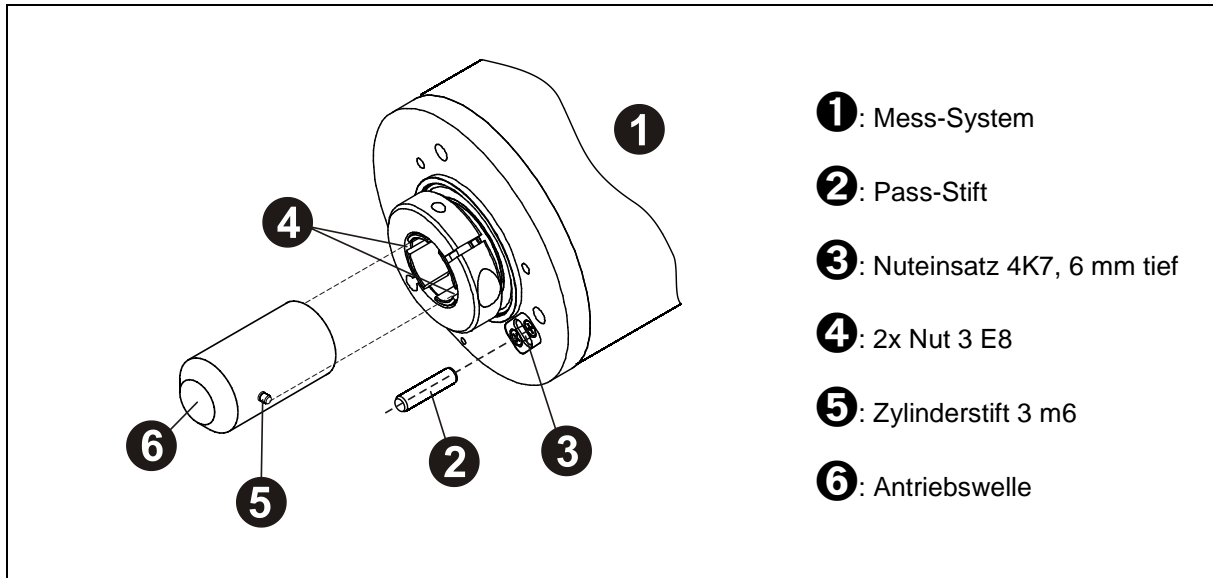

Abbildung 11: Formschluss
- Grundsätzliche Empfehlung: Radiales Verrutschen (Schlupf) des Mess-Systems auf der Antriebswelle sollte mittels Formschluss durch den Einsatz einer Zylinderstift- / Nut-Kombination verhindert werden, in diesem Fall kann die Fixierung des Mess-Systems über einen Pass-Stift auf der Antriebsseite vorgenommen werden, siehe Abbildung 11. Der Pass-Stift muss mindestens 4 mm in den Nuteinsatz hineinragen.